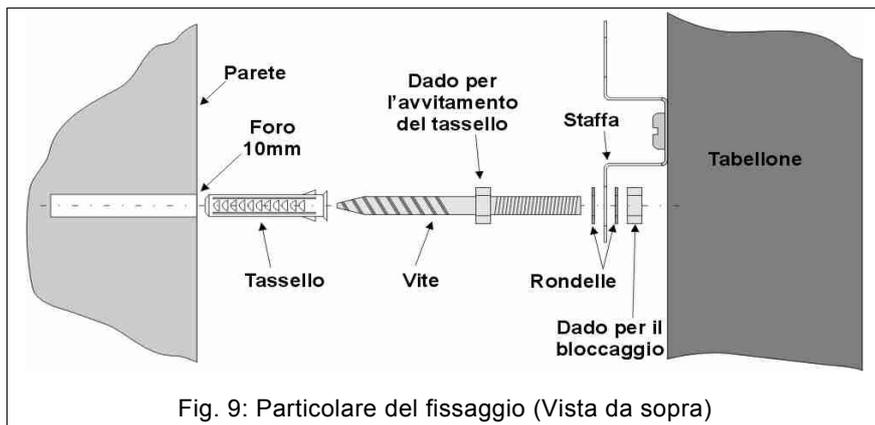

Fig. 9: Particolare del fissaggio (Vista da sopra)
2. In ognuno dei due fori, inserire il tassello e poi avvitare la vite, agendo sull'apposito dado con una chiave da 13 mm (Fig. 9); quindi infilare la rondella.